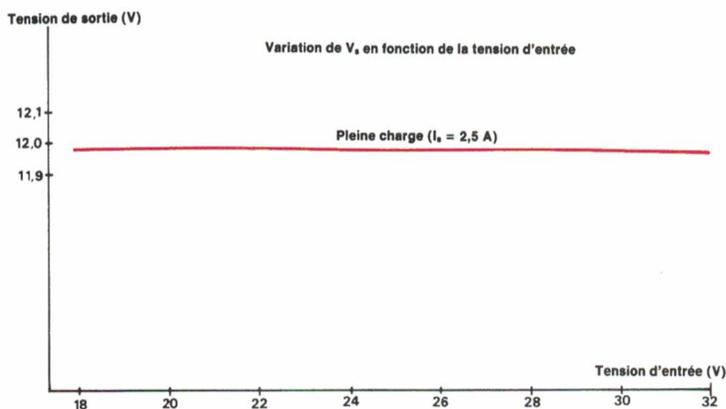

Fig. 12.
– Variation de la tension de sortie en fonction de la tension d'entrée : figure 12.